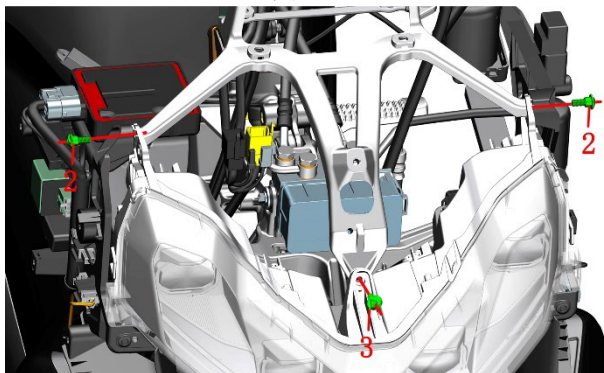

图 2-2
若是标准大风挡，则需拆卸图 2-2 的两颗螺栓 M6×16 (2) 和一颗螺栓 M6×14(3)，需拿住仪表面板支架以免掉落。